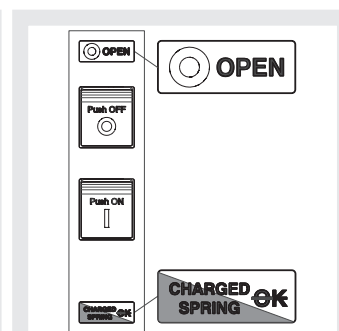

Abbildung 36
5. Leistungsschalter aus mit gespannten Federn und nicht einschaltbereit (siehe Abbildung 36). Dieser Zustand kommt in den folgenden Fällen vor: